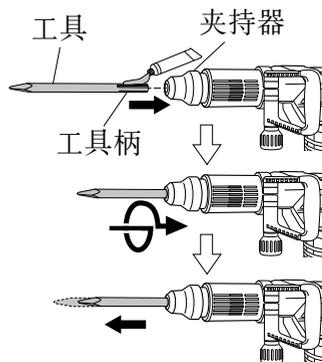

图 1
(2) 如图 1 所示，要安装工具（五槽圆柄）时，将它插入孔内直至其抵达孔底。